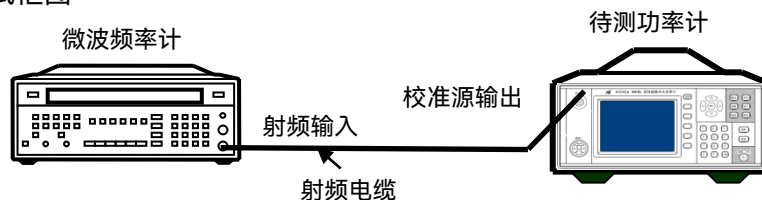

图 7.3 校准源输出频率准确度测试框图
- 1) 按图 7.3 所示连接设备。开机预热至少 30 分钟。